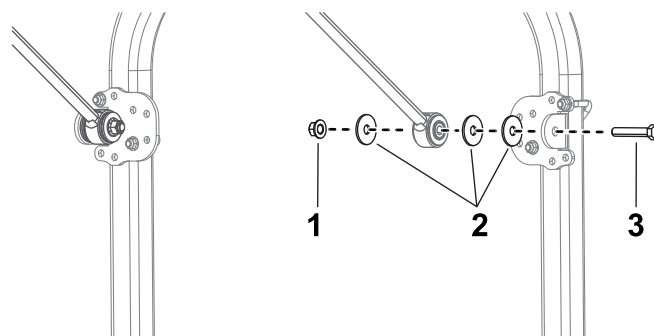

Figura 12
11. A cada lado de la máquina, instale provisionalmente un soporte de tirante en cada tirante con un perno ($\frac{1}{2}$ " x $2\frac{3}{4}$ "), 3 arandelas grandes y una tuerca con arandela prensada ($\frac{1}{2}$ "), tal y como se muestra en la Figura 12.